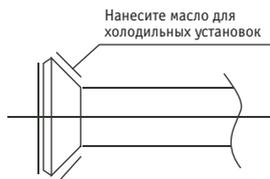

Рис. 7-1
2. Нанесите на поверхность развальцованной трубы и гаек масло для холодильных установок и заверните вручную, сделав 3–4 оборота перед затяжкой накидных гаек (см. рис. 7-1).